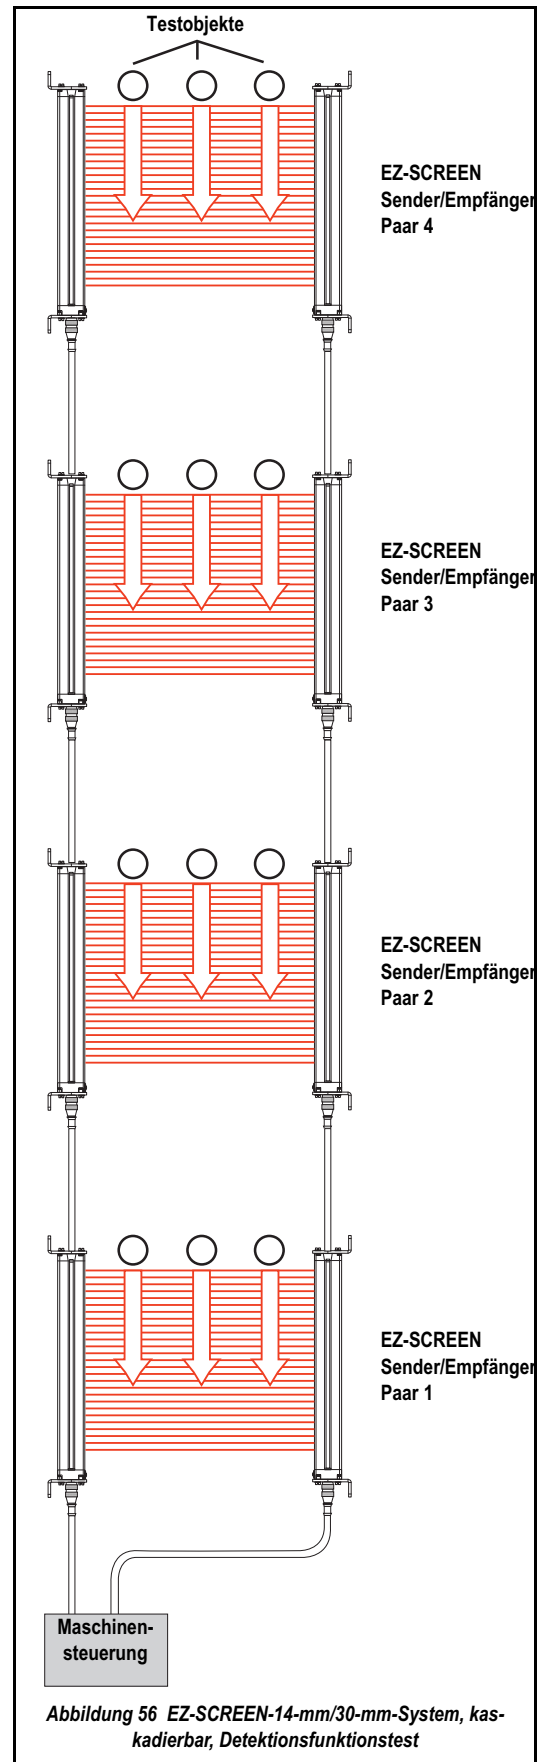

Abbildung 56 EZ-SCREEN-14-mm/30-mm-System, kaskadierbar, Detektionsfunktionstest
- 3) Führen Sie das spezifizierte Testobjekt mit überwachter Maschine im Stillstand an drei separaten Stellen durch das Schutzfeld: neben dem Sender, neben dem Empfänger und in der Mitte zwischen Sender und Empfänger (Abbildung 56 auf Seite 104).